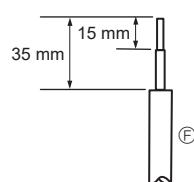
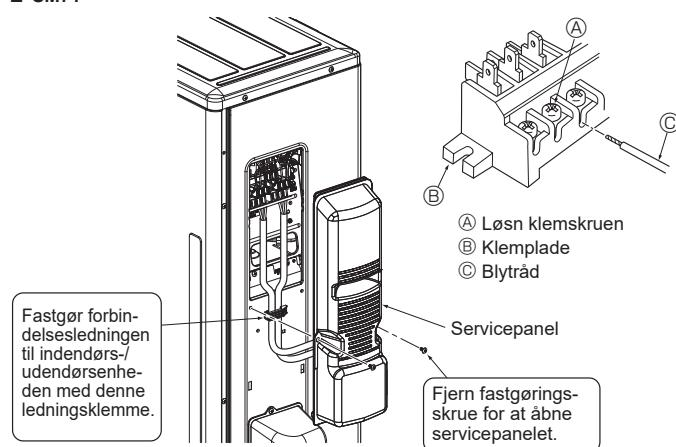

Fig. 6-2
Fig. 6-3
6.1. Udendørsenhed (Fig. 6-1, Fig. 6-2, Fig. 6-3)
- ① Fjern servicepanelet.
- ② Træk kablerne som vist i Fig. 6-1, Fig. 6-2 og Fig. 6-3.
- Ledningerne trækkes som vist nederst til venstre i diagrammet. (Kabel fremskaffes lokalt) (Fig. 6-2)